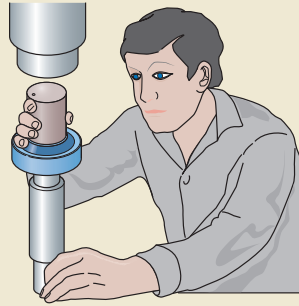

Bild 5
- Alle SKF Stahl/Stahl-Gelenkköpfe, mit Ausnahme der kleinen Ausführungen E und ESA, können über ein Schmierloch oder bzw. einen Schmiernippel im Gelenkkopf-Gehäuse sowie über die Schraube und den Innenring nachgeschmiert werden (→ **Bild 5**).
- Nie mit dem Hammer oder Austreiber das Lager auf die Welle treiben, da sonst die Ringe beschädigt werden können (→ **Bild 5**).